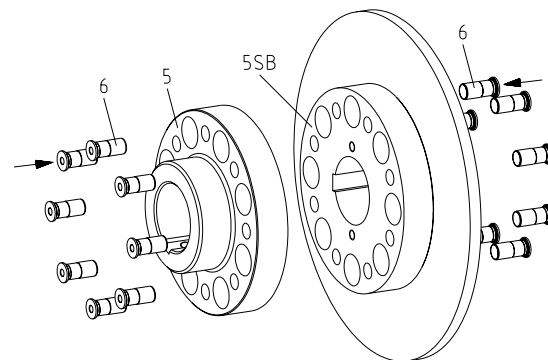

figura 13
- Introduzca los casquillos (componente 6) dentro de los agujeros más pequeños de los mangones parte 5 (componente 5) o parte 5SB, respectivamente con ligeros golpes (ver figura 13).